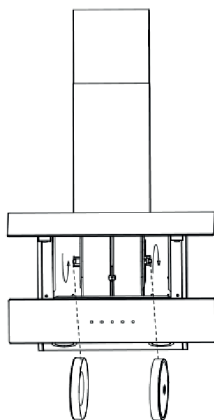

Рис. 7
3. Снять угольный фильтр, который находится внутри вытяжки на корпусе двигателя, вращая его (Рис. 7).
4. Затем, повторяя все шаги по пункту 3 в обратном порядке, установите новый фильтр на корпусе двигателя и поверните его для фиксации (Рис. 7).